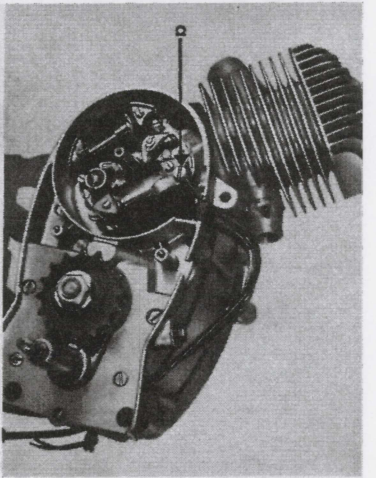

Bild 9
Wenn sich die folgenden Arbeiten nur auf Kupplung oder Fußschalt-einrichtung beschränken, kann die Grundplatte am linken Gehäuse verbleiben. Bei kpl. Demontage des Motors wird diese sofort abgenommen (Bild 9).
- a) M 6 x 115 mit Kabelschelle (Bild 9)